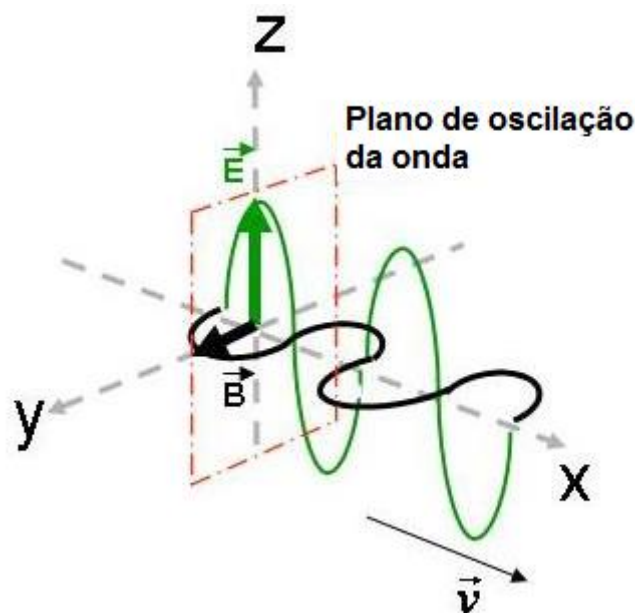

Figura 7 – Onda eletromagnética
- Ondas eletromagnéticas consistem de campo elétrico (E) e campo magnético (H).
- Onda eletromagnética é uma combinação de um campo elétrico e um campo magnético, onde esses campos se propagam em uma mesma direção, porém em planos ortogonais. É de conhecimento que uma variação no campo magnético induz um campo elétrico e vice-versa, portanto numa onda eletromagnética o campo elétrico é gerado pelo campo magnético que por sua vez é gerado pelo campo elétrico, ambos se nutrindo num arranjo perfeito, veja a figura 7.
são perpendiculares um ao outro e também à direção de propagação da onda que se desloca com velocidade  $v$ . Isso nos permite classificar a onda eletromagnética como onda transversal. A figura 7 mostra a disposição dos campos elétricos e magnéticos de uma onda eletromagnética, e a direção e o sentido de sua propagação.